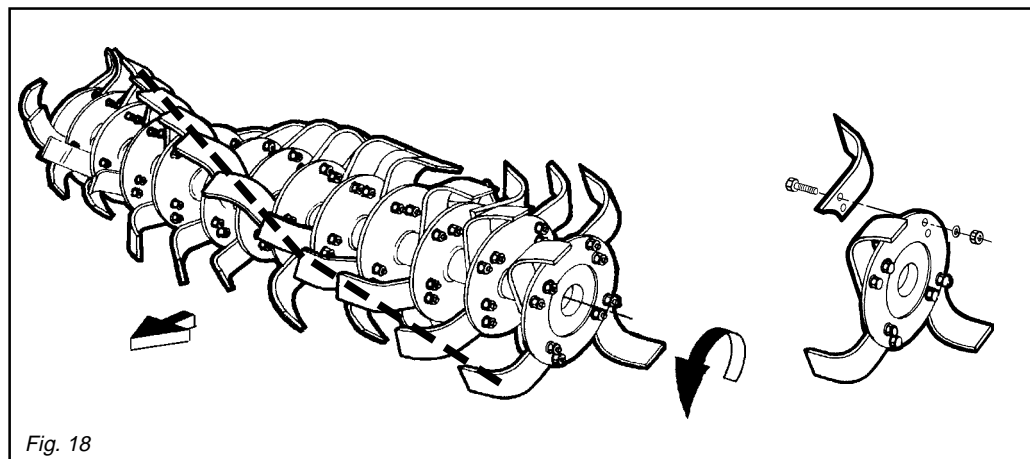

Fig. 18
Le zappette con cui viene equipaggiata la zappatrice sono adatte per la lavorazione su terreni di normale conformazione. Controllare giornalmente la loro usura o integrità. Qualora durante il lavoro dovessero per cause accidentali piegarsi (o rompersi) è necessario sostituirle immediatamente avendo l'accortezza di rimontare la nuova zappetta nella identica posizione di quella da sostituire (Fig. 18). Se fosse necessario sostituire più zappette, è consigliabile effettuare le operazioni di smontaggio e montaggio, sempre una zappetta alla volta, per evitare così errori di posizione.
**I bulloni che fissano le zappette devono avere la testa dalla parte delle zappette e il dado con relativa rondella dalla parte della flangia (Fig. 18).**
Se si devono sostituire le zappette, fare attenzione che le nuove assumano la posizione di quelle smontate (Fig. 18).
Remember to mount the new hoe blade in exactly the same position as the old one (Fig. 18). If several hoe blades must be replaced, it is advisable to remove and assemble one hoe blade at a time in order to prevent positioning errors.
**The heads of the bolts fixing the hoe blades in place must be on the side of the hoe blades themselves, while the nut with relative washer must be on the flange side (Fig. 18).**
If the hoe blades must be changed, remember to set the new blades in the same positions as the demounted ones (Fig. 18).
Die Hackmesser, mit der die Hackfräse ausgerüstet wird, eignen sich zur Bearbeitung von Boden mit normaler Beschaffenheit. Sie sind täglich auf ihre Unversehrtheit und ihren Verschleiß-zustand zu prüfen. Sollten sie bei der Arbeit verbiegen oder zu Bruch gehen, müssen sie sofort ersetzt werden. Dabei ist zu beachten, daß man das neue Hackmesser an der gleichen Stelle montiert, an der sich das beschädigte befand (Abb. 18). Sollten gleich mehrere Hackmesser zu ersetzen sein, sollte man jeweils ein Hackmesser ein- und ausbauen, um eine falsche Einbau-position zu vermeiden.
**Die Schrauben, mit denen man die Hackmesser befestigt, müssen den Kopf auf der Seite des Hackmessers und die Mutter mit der Unterlegscheibe auf der Flanschseite haben (Abb. 18) Die Werte des Abzugsmoments beachten, das in der Tabelle auf Seite 28 angegeben ist.**
Wenn man die Hackmesser ersetzen muß, darauf achten, daß die neuen in der Position der ersetzen am Hackstern angebracht werden (Abb. 18).
Les couteaux montés sur la houe sont indiqués pour travailler les sols ordinaires. Contrôlez tous les jours leur usure et intégrité. Lorsqu'ils se plient (ou se cassent) pendant le travail il faut les remplacer aussitôt. Le nouveau couteau devra être monté exactement dans la position de celui à remplacer (Fig. 18). S'il faut remplacer plusieurs couteaux, démontez et montez toujours un couteau à la fois, pour éviter des erreurs de position.
**Les boulons de fixation des couteaux doivent avoir la tête côté couteau et l'écrou avec la rondelle côté flasque (Fig. 18).**
**Respecter les valeurs des couples de serrage, voir tableau à la page 28. En cas de remplacement des couteaux, veillez surtout à ce que les nouveaux couteaux occupent les positions de ceux démontés (Fig. 18).**
Las azadillas que presenta la máquina son idóneas para trabajar sobre terrenos de normal conformación. Controlar todos los días su buen estado y eventual desgaste. Si durante el trabajo por eventuales accidentes se doblan o rompen es necesario sustituirlas inmediatamente prestando atención de montar la nueva azadilla en la idéntica posición de la precedente (Fig. 18). Si es necesario sustituir varias azadillas aconsejamos efectuar las operaciones de desmontaje y montaje siempre una azadilla a la vez, para evitar errores de posición. Las binadoras presentan de serie 4 azadillas por brida. Es posible sin embargo cuando el terreno es seco, montar 6 azadillas por brida. **Los bulones que fijan las azadillas deben tener la cabeza de la parte de las azadillas y la tuerca con la relativa arandela de la parte de la brida (Fig. 18).**
**Respetar los valores de los pares de torsión según lo indicado en las tablas de pag. 28.** Cuando sustituimos azadillas respetar la posición de las azadillas desmontadas (Fig. 18).